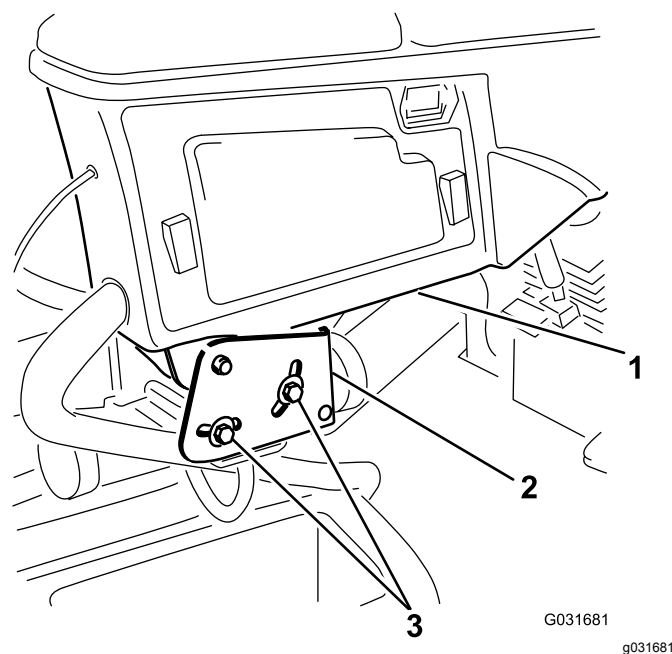

Figura 2
1. Solte os 2 parafusos que prendem o braço de controlo ao suporte de retenção (Figura 2).